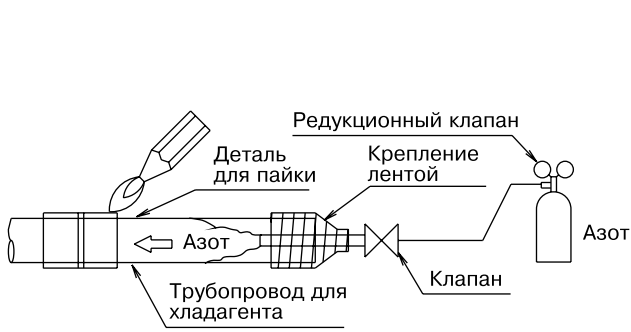

Рис. 5
- 2 При подаче азота в трубопроводы при пайке, редукционный клапан необходимо установить на 0,02 МПа (0,2 кг/см²). **(См. рис. 5)**